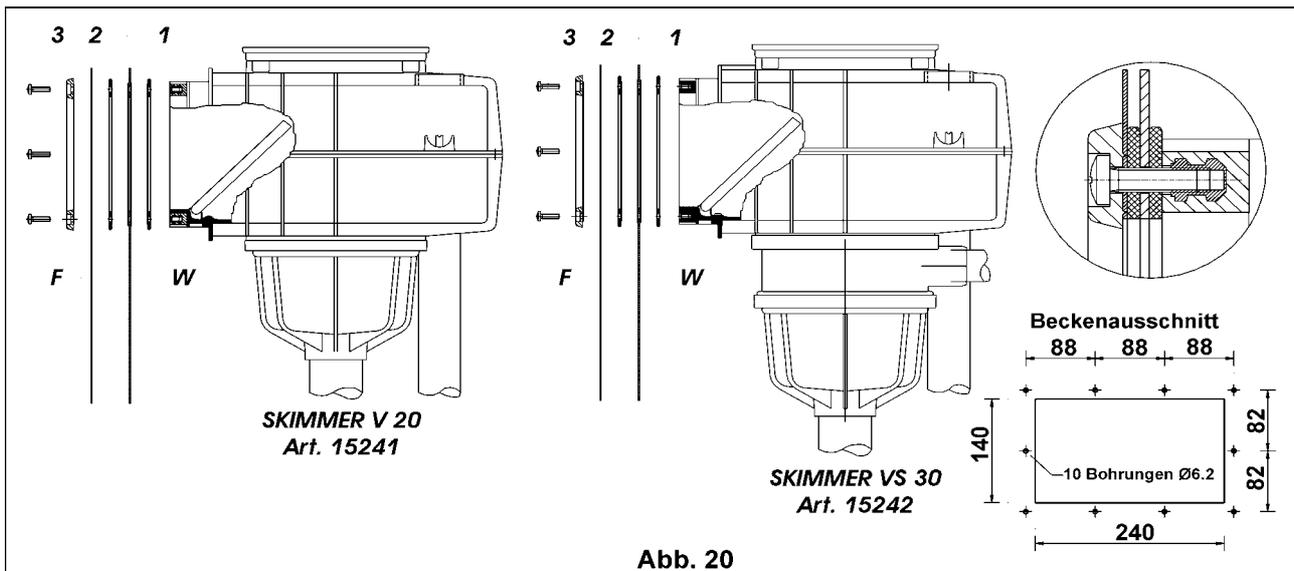

Abb. 20
3.5 Einbau der Skimmer V20 und VS30 in Aufstellbecken mit Folienauskleidung (Abb. 20)